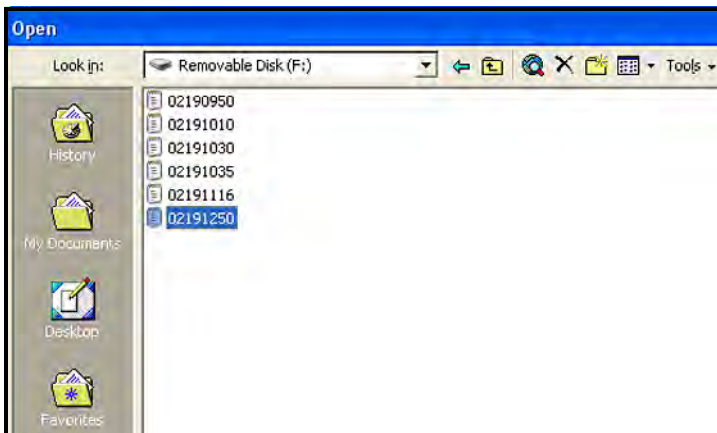

Abbildung 58: Auswählen der zu öffnenden Protokolldatei
5. Klicken Sie auf den Namen der gewünschten Protokolldatei (siehe *Abbildung 58* unten).